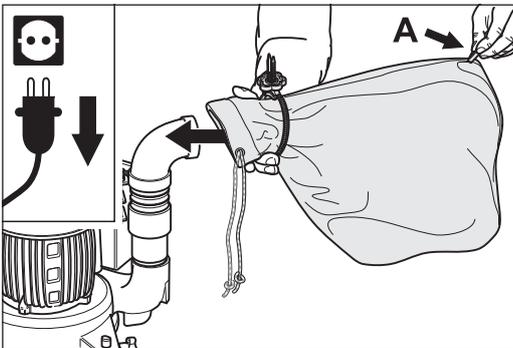

Abb. 5 Den Staubsaack über den Absaugstutzen stülpen. Die Lasche A muss dabei oben sein.
- 3 Stülpen Sie die Öffnung des Staubsaacks über den Absaugstutzen der Maschine. Achten Sie darauf, dass die Lasche am Staubsaack oben ist (Abb. 5).